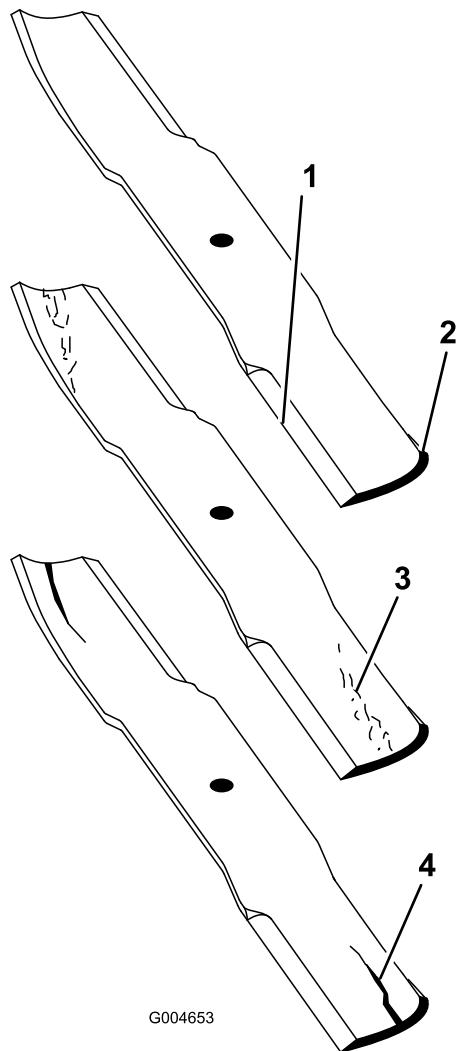

Figura 93
1. Controllate i taglienti (Figura 93).
2. Controllate le lame, in particolare l'area curva (Figura 93).
**Nota:** In caso di danni, usura o scanalature nell'area, montate immediatamente una nuova lama (Figura 93).